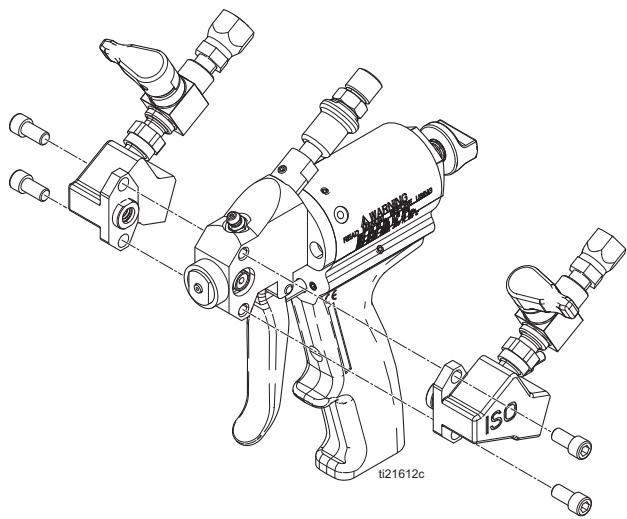

FIG. 11 Gruppo blocco laterale
3. Verificare che il blocco di sicurezza del pistone (67) sia stato serrato e completamente avvitato nella pistola.
4. Rimuovere i blocchi laterali rimuovendo le viti. Vedere FIG. 11, pagina 18.
5. Rimuovere uno degli alloggiamenti della guarnizione del blocco laterale (17) dal blocco laterale. Lasciare la guarnizione (30) nell'alloggiamento e sciacquare con solvente adatto.